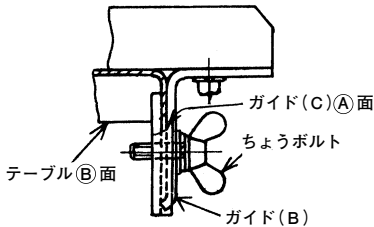
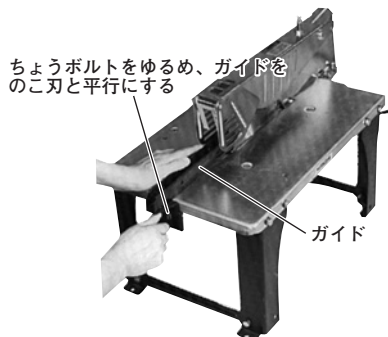

図 12
図 13
(1) ガイドはテーブル前面にちょうボルトで取付けますが、この場合図12のような要領で行ないますと、取付けの固定が確実にできます。
(2) 図12のボルトをゆるめ、ガイドとこの刃が平行になるよう調整してください。(図13)